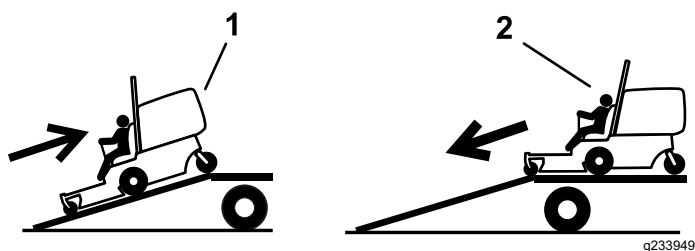

Figura 28
4. Urcai maina pe rampă cu spatele (Figura 28).
2. Coborâi maina de pe rampă cu faa (Figura 28).